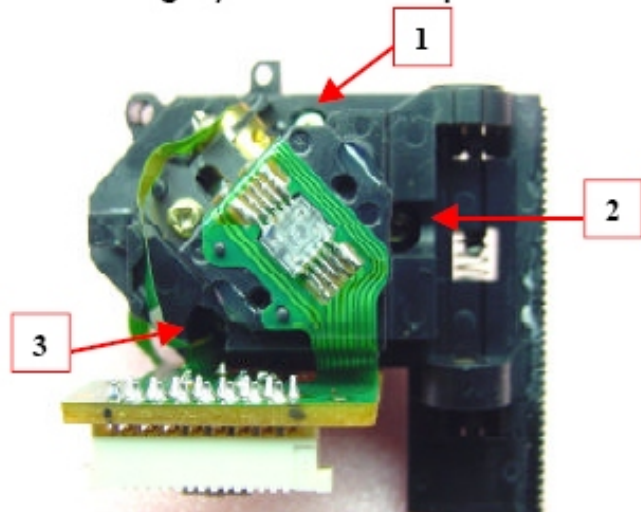
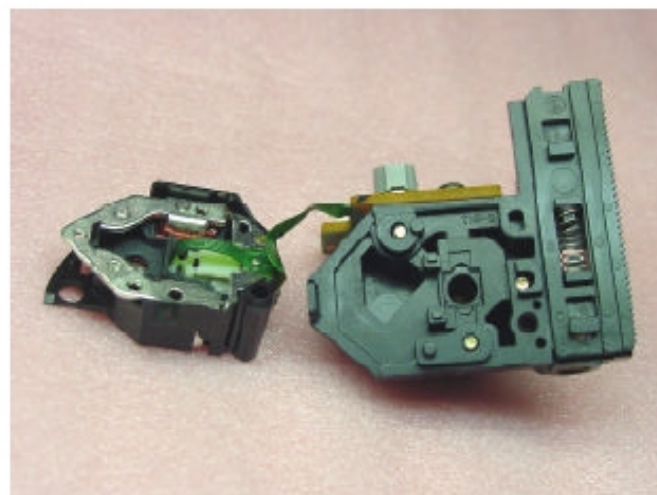

Fig 1
Fig 2
- 1) Separar o bloco da lente do bloco do laser soltando os 3 parafusos indicados (Veja Fig 1). Os blocos separados são mostrados na fig 2.